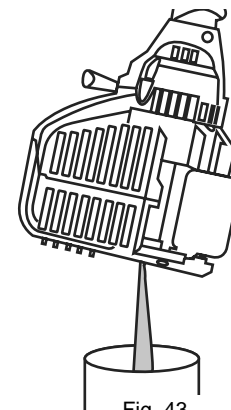

Fig. 43
3. Vierta el aceite fuera del orificio de llenado de aceite en un recipiente inclinando la unidad hasta una posici—n vertical (Fig. 43). Deje suficiente tiempo como para completar el drenaje.